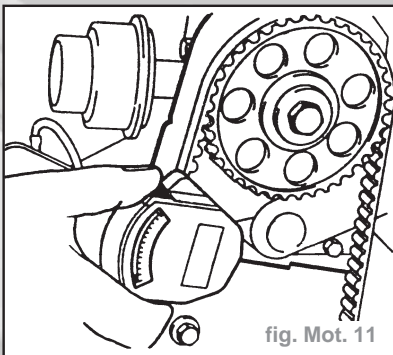

fig. Mot. 11
- Tendre le brin de traction de la courroie crantée, en tournant d'au moins **90°** le vilebrequin dans le sens de marche du moteur (en sens horaire). Placer l'appareil de mesure **KM-510-A** arrêté sur le vide entre le pignon de la pompe à eau et le pignon de l'arbre à cames et détendre lentement (fig. Mot. 11)